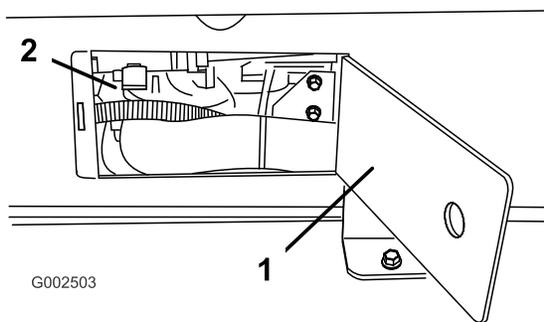

Figura 22
11. Utilize os painéis de acesso de ambos os lados do patim do depósito para verificar se há tubagens ou cabos entalados (Figura 22).